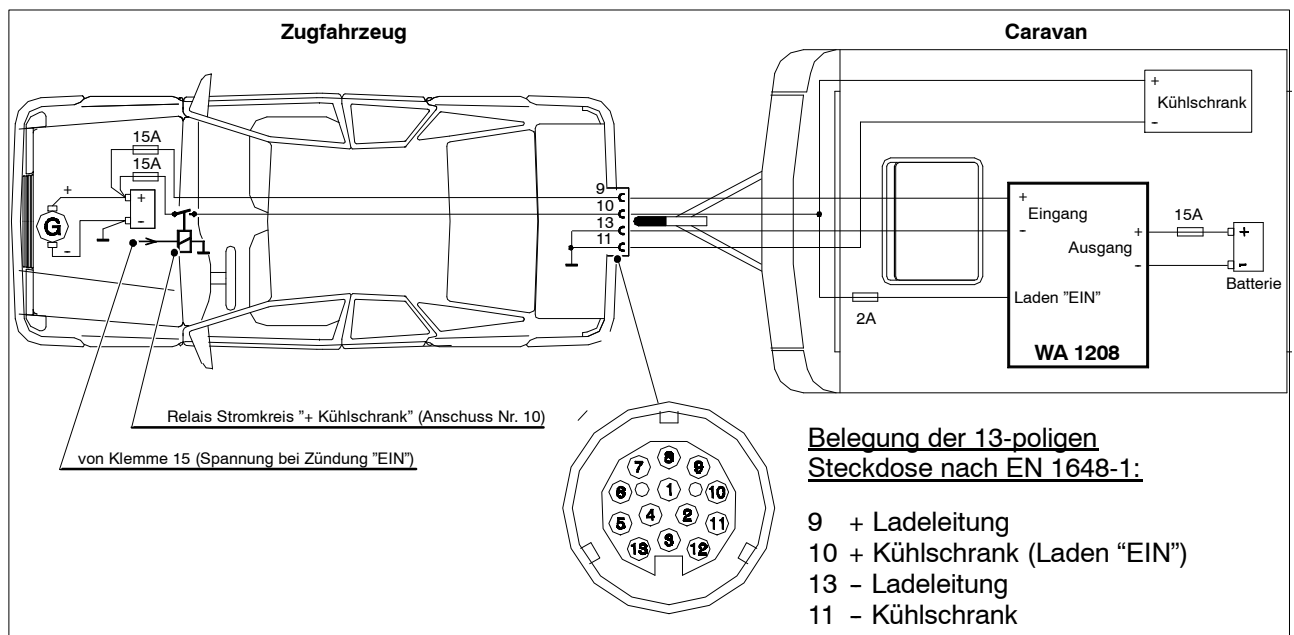

Bild 2 Blockschaltbild Anschluss WA 1208
Um eine Beschädigung im Fehlerfall zu vermeiden sind die Sicherungen im Caravan gemäß Abb. 2 in Abhängigkeit vom Kabelquerschnitt (EN 1648-1 bzw -2) einzufügen.
2. Elektrische Verbindungen gemäß Abb. 2 herstellen. Es ist zu beachten: